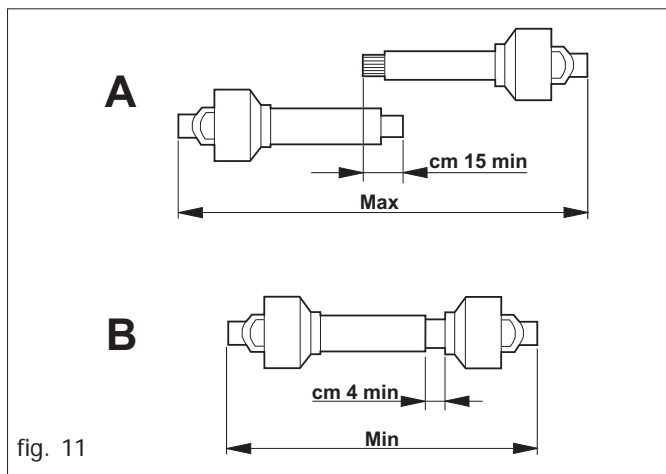

fig. 11
- Wenn die Gelenkwelle soweit als möglich herausgezogen ist, müssen sich die beiden Rohre mindestens 15 cm überlappen (A Abb. 11). Wenn sie soweit als möglich eingezogen ist, muss ein Minimalspiel von 4 cm. (B Abb. 11) bestehen.